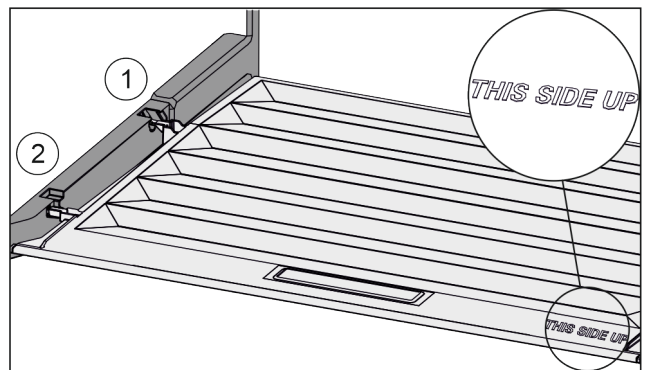

Fig. 83
- ▶ Deckelstege über Öffnung der hinteren Halterung Fig. 83 (1) einführen und vorne in Halterung Fig. 83 (2) einrasten.